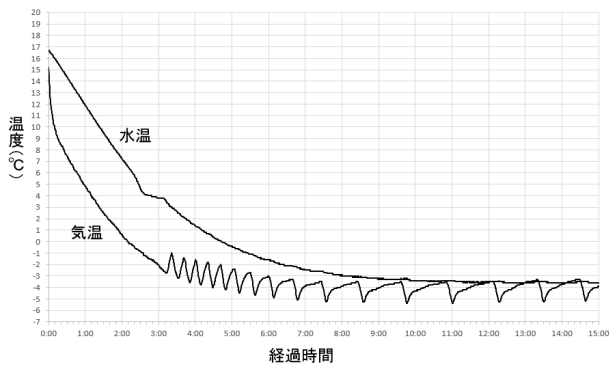
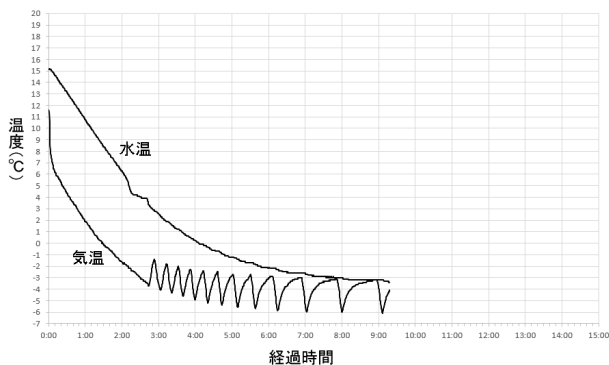
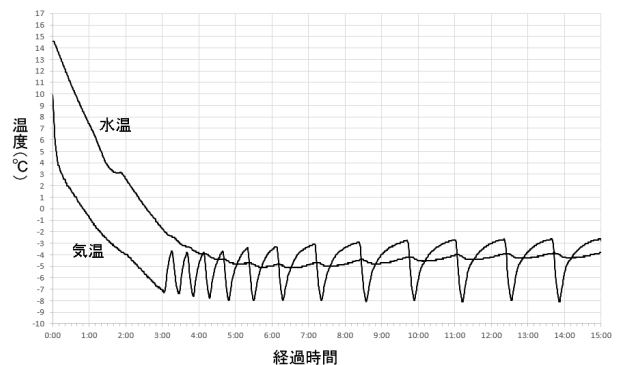

図2. 冷凍庫内の気温と水温(「弱」設定)
図3. 冷凍庫内の気温と水温(「強」設定)
図4. 冷凍庫内の気温と水温(角部分)
なお、図2の③付近で水温が異常な変化をしているが、これは水の比重が $4^{\circ}\text{C}$ で最も大きいことから、ペットボトルの中の水が対流し始めたためと思われる。また、図2の④では一時的に気温が少し上がっているが、これは温度計に近い位置のペットボトルの水が凍り、その付近の気温が少し上昇したのだと思われる。
図2、図3は、25本の内、中央のペットボトルの中の水温と、その近くの気温の変化である。図2は冷凍庫の調整ダイヤルを最も弱い「1」にした場合で、図3は最も強い「8」にした場合である(約9時間で中断)。温度が下がるスピードは異なっているが、冷凍庫内の気温は-5°C前後まで下がり、そこで上下を繰り返しているのがわかる。この繰り返しが、サーモスタットによる冷凍庫の電源がON・OFFを反映したものである。気温はこのように上下しているが、水温は緩やかに変化し、
次に、冷凍庫内の角にあるペットボトルの中の水温と、その近くの気温の変化を測定したのが図4である。冷凍庫の調整ダイヤルは最も強い「8」であるが、図3の中央付近のペットボトルの水と比較すると、冷凍庫の電源のON・OFFに伴って、水温も少し上下を繰り返していることがわかる。また、冷却開始から6時間くらい経つと水温は-5°C程度まで下がっているが、その後少し温度が上がっている。実際に過冷却水を作成すると平均2~3本凍っていたが、凍ってしまうのは周囲の壁面のそばのペットボトルであり、このような温度変化により凍りやすいのかもしれない。